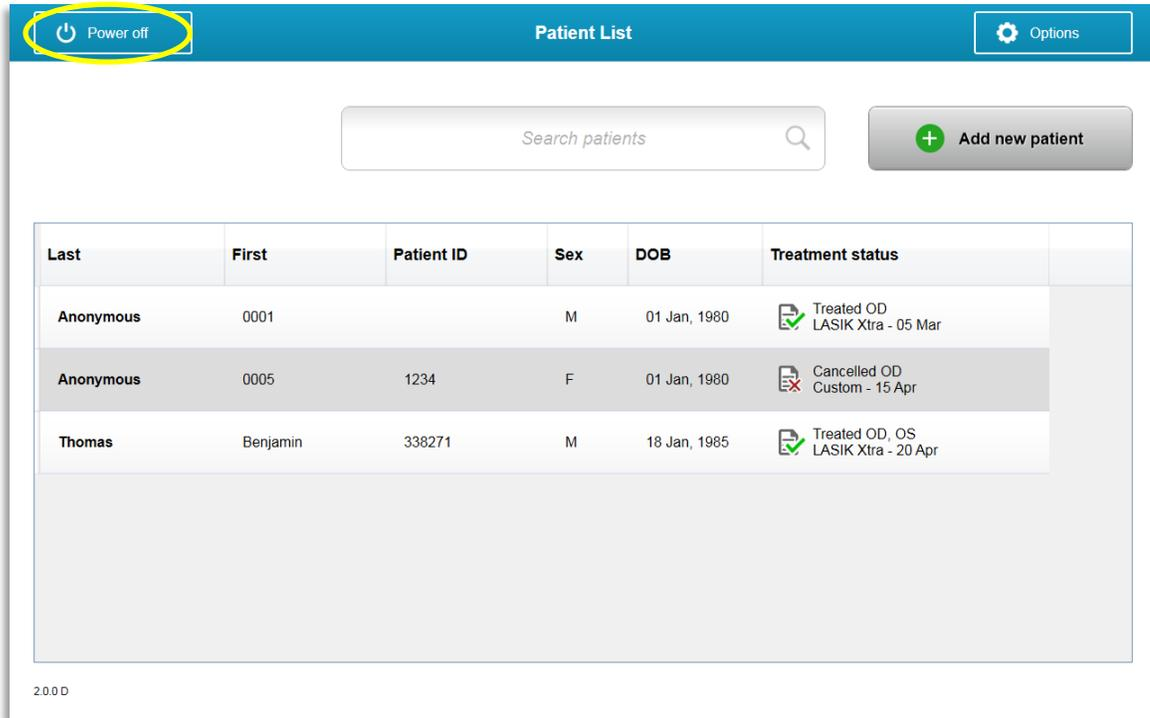

Figura 3-47. Selecione “Desligar”
- Selecione “Desligar” no ecrã principal da Lista de doentes como mostrado na figura 3-47.